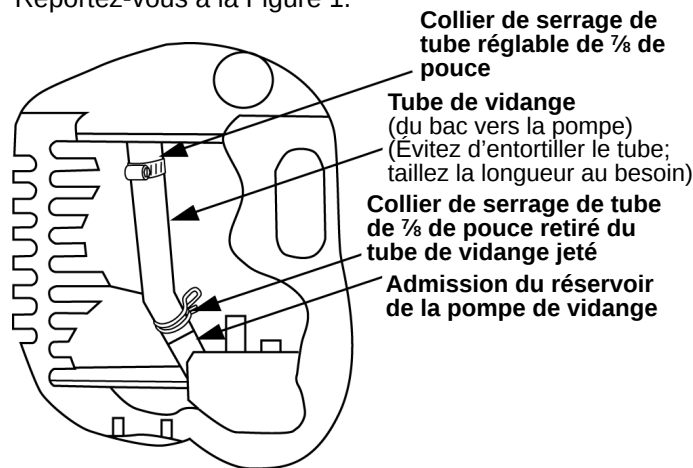

Figure 1
4. Posez le nouveau tube de vidange (de $\frac{5}{8}$ de pouce de dia. int. x $5\frac{1}{8}$ pouces) sur l'admission du réservoir de la pompe à l'aide du collier utilisé à l'étape 3. Reportez-vous à la Figure 1.
10. Branchez le tube de vidange sur le bac de la machine à glaçons (5/8 de pouce de dia. int. x 5 1/8 po) sur l'admission du réservoir de la pompe à l'aide d'un (1) collier de serrage réglable de 7/8 de pouce. Reportez-vous à la Figure 1.